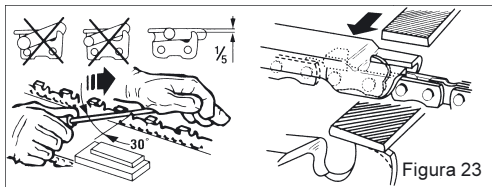

Figura 23
Afilar la cadena (Figura 23)
8. Cada tres afilados, es preciso comprobar la profundidad de corte (limitación de profundidad), y ajustar la altura con ayuda de una lima plana. El tope de profundidad debe estar aproximadamente 0,65 mm por debajo del diente de corte. Después de rebajar el tope de profundidad, redondee ligeramente la parte delantera del mismo (Figura 23).